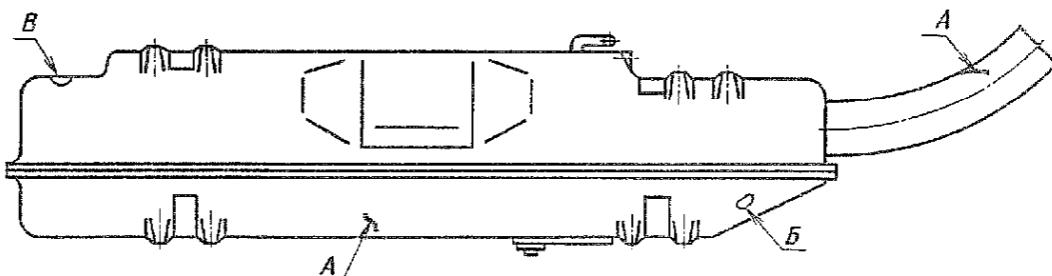

Рис. 229. Схема расположения дефектов топливного бака
1. Трещины *A* (рис. 229) в стенках бака и на заливной горловине.